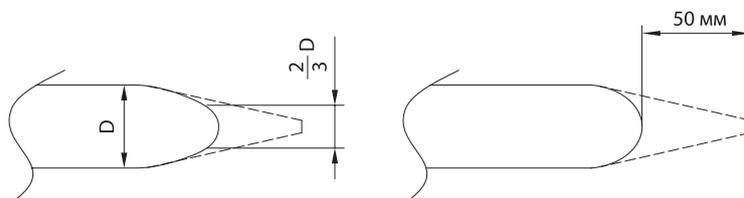

рис. 10
■ Изнашивание наконечника инструмента (рис. 10)
Нормы и типы изнашивания наконечника инструмента изменяются в зависимости от обрабатываемого материала и методов работы. Если диаметр изношенного наконечника долота меньше чем $\frac{2}{3}$ диаметра тела инструмента, как показано в рис. 10, и если наконечник инструмента изношен на 50мм от наконечника, это считают нормальным изнашиванием инструмента. Следовательно, инструменты, имеющие такое нормальное изнашивание, как показано в рис. 10, будут отклонены для замены при гарантийных требованиях.